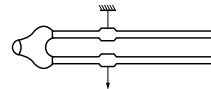

图 1
AT-2, 3	在垂直方向对电线终端施加 2N 10s (见图 1)
AT-5	垂直方向上对电线终端施加 2N 3s (见图 1)
- 引线不要像图 1 所示的方向施加超过 2N 以上的力。